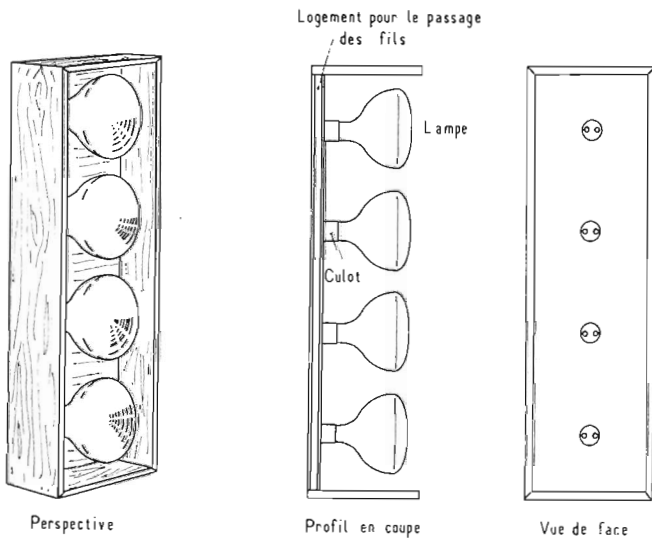

FIG. 8. — Une rampe lumineuse.
**Réalisation mécanique :** La figure 8 nous montre le coffret type, prévu pour quatre lampes de 150 W chacune. Les douilles